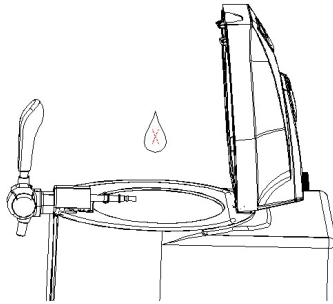
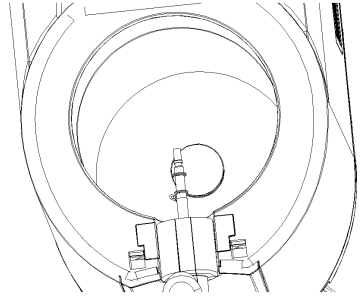

Abbildung 3
Abbildung 4
5. Füllen Sie keinesfalls Wasser in die Öffnung des Geräts (siehe Abbildung 3). Verwenden Sie trockene Tücher, um Wasser aus dem Geräteinneren und an der Außenseite des Geräts zu entfernen (siehe Abbildung 4). Stellen Sie sicher, dass sich nichts im Geräteinneren befindet, da dadurch der Gewichtssensor beeinträchtigt werden könnte.